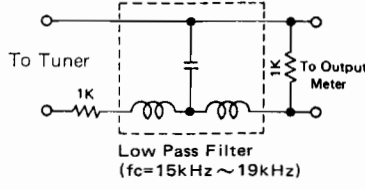

Fig. 2
7. FM 75Ω dummy antenna (Fig. 1) and low-pass filter (Fig. 2)
7. UKW 75 Ohm Kunstantenne (Fig. 1) und Tiefpaßfilter (Fig. 2)